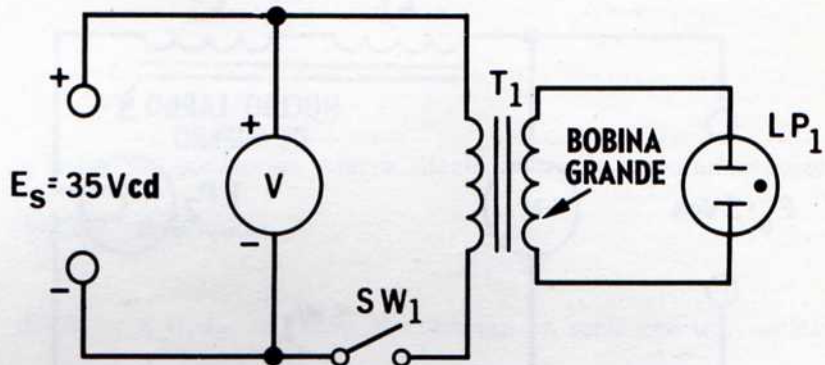

Fig. 31-2
4. Coloque la bobina grande, con las terminales hacia arriba y alejándose de las terminales de la bobina pequeña, sobre esta última. Alambre el circuito como se ve en la Fig. 31-2. Use la foto como referencia.